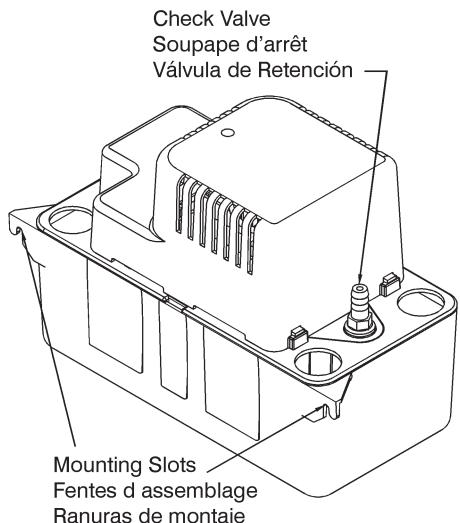

Figure 5
- Using the two slots located on the ends of the tank (Fig. 5), mount the unit either on the side of the air conditioner or on a nearby wall. Ensure that the pump is level and the inlet is below the coil drain. **NOTE:** Conduit fittings are not compatible with the plastic pump housing.
- From pump, extend discharge straight up as high as necessary (but not above head/GPH of pump.) From this high point, slope discharge down slightly to a point above drain area, then turn down and extend to a point below or approximately level with the bottom of the pump. This will give a siphoning effect, which will improve efficiency of pump and will, in most cases, eliminate the need for a check valve (Fig. 5). If it is not possible to slope discharge line down, make an inverted "U" trap directly above the pump at the highest point.
- Montage-Deux fentes situées à l'extrémité du couvercle de réservoir permettent le montage. Celui-ci doit être fait près d'un climatiseur ou d'un mur (Fig. 5). La pompe doit être à niveau et l'arrivée doit se trouver sous le serpentin d'écoulement. Son carter en plastique n'est pas compatible avec la tuyauterie.
- Le tuyau de sortie, s'il est flexible, doit être fixé avec une pince à tuyaux (non comprise). S'il est rigide, il ne doit pas dépasser 3/8 po (0,5 cm) de D.I., afin d'éviter un reflux excessif vers la pompe. À partir de l'unité d'extraction, étirer verticalement le tuyau d'écoulement jusqu'à la bonne hauteur. Ne pas l'étirer au dessus de la tête/GPH du modèle installé. De ce point haut, incliner légèrement le tuyau d'écoulement vers un point situé au-dessus de lieu d'écoulement; rabattre et étirer jusqu'à un point situé en-doussois ou à peu près au même niveau que le bas du système de condensation ce qui donnera un effet de siphon qui en augmentera l'efficacité et éliminera pratiquement l'installation d'une soupape d'arrêt (Fig. 5). S'il n'est pas possible d'incliner le tuyau d'écoulement, faire un branchemen en U inversé, à un point situé le plus haut au-dessus de la pompe.
- Montaje de la bomba: el tanque tiene dos ranuras, destinadas a montar la unidad. Las ranuras se encuentran situadas en el extremo de la cubierta del tanque (Fig. 5). La unidad deberá montarse al lado de la unidad del acondicionador de aire o en una pared cercana a ella. La bomba deberá estar nivelada y la toma deberá encontrarse debajo de la bobina de drenaje. Los accesorios de tubo aislador no son compatibles con la caja plástica de la bomba.
- La tubería de descarga debe ser una tubería flexible o tubos de un diámetro interno máximo de 3/18 de pulgada, para evitar un refluxo excesivo a la unidad. Desde la unidad de agua de condensación, extienda la tubería directamente hacia arriba, a la altura que sea necesaria. No tienda esta tubería por encima de la cabeza/GPH del modelo específico que se esté instalando. Desde esta altura, coloque la tubería de descarga en declive ligero, hasta un punto por encima del área de drenaje. Luego, vuélvala hacia abajo y tiéndala hasta un punto que se encuentre aproximadamente al mismo nivel del fondo de la unidad de agua de condensación o por debajo de éste. Esto producirá un efecto de sifón, que incrementará la eficiencia de la unidad de agua de condensación, y en la mayoría de los casos eliminará la necesidad de una válvula de retención (Fig. 5). Si no es posible colocar en declive la tubería de descarga, haga un purgador en forma de "U" invertida, directamente sobre la bomba, en el punto más alto.